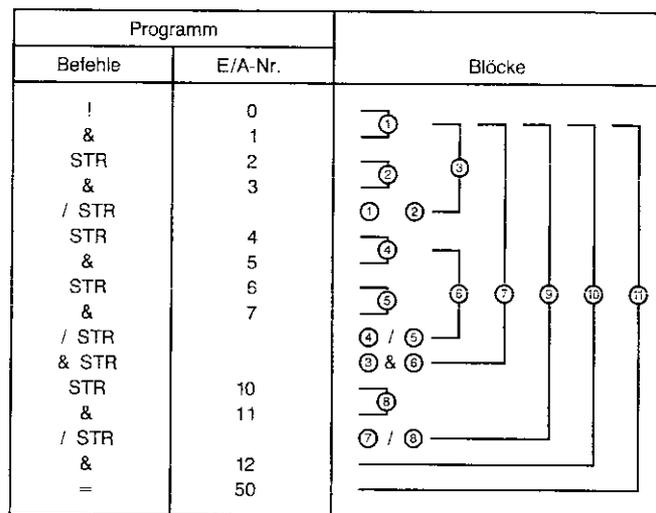

Bild 14.10
- Verknüpfen Sie die einzelnen Blöcke in der Reihenfolge wie in Bild 14.10, 3. Spalte angegeben miteinander, bis Sie sich nach rechts zur Ausgangszuweisung vorgearbeitet haben.